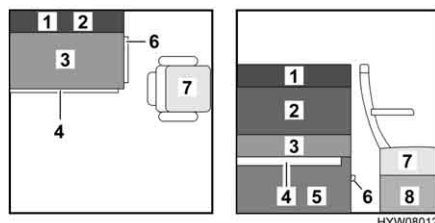

Fig. 101 Prima della trasformazione
- Sollevare leggermente il telaio portamaterasso (Fig. 101,4) ed estrarlo fino all'arresto.
- Sfilare il cuscino aggiuntivo (Fig. 101,1) dal cuscino dello schienale (Fig. 101,2). Il cuscino aggiuntivo è fissato a quello dello schienale tramite un nastro in velcro e può essere staccato con facilità.
- Spostare il sedile del conducente (Fig. 101,7) completamente in avanti.